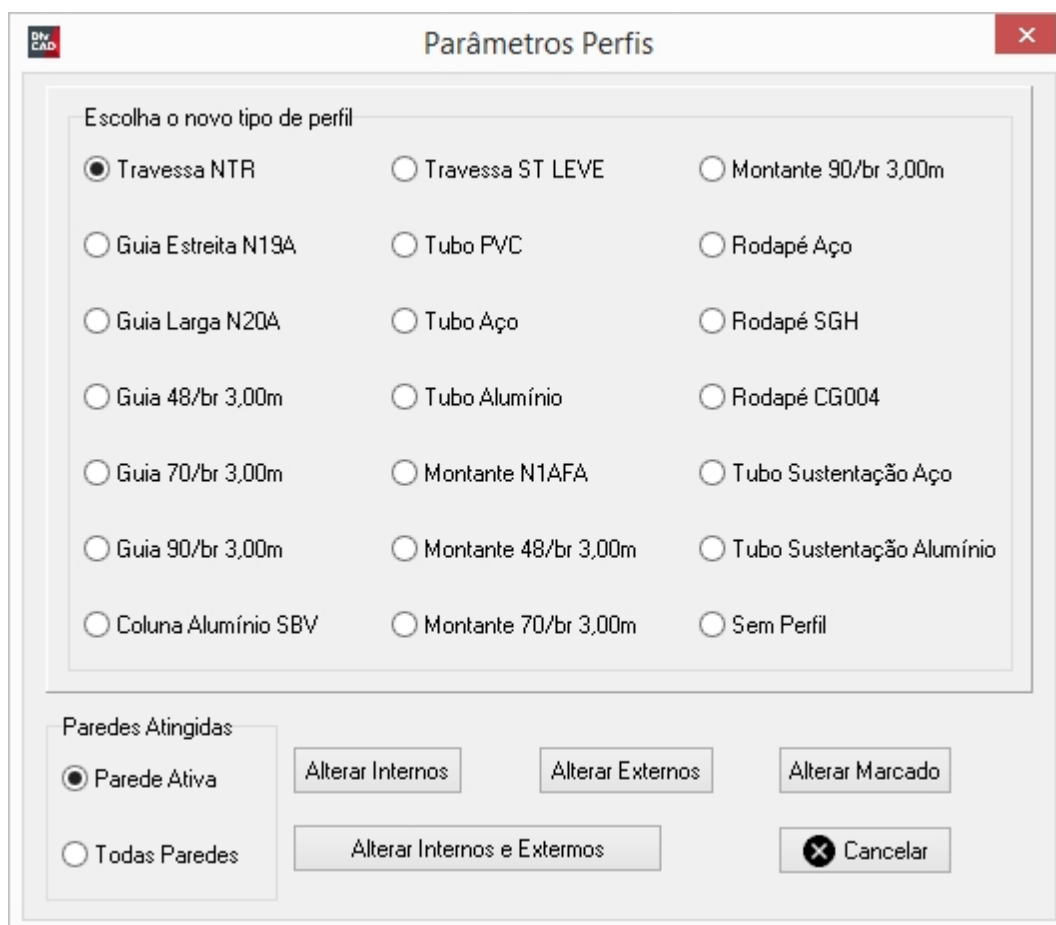

Figura 2: Tela responsável para alteração dos perfis.
3. Na tela da figura 2 que aparecerá escolha **Travessa ST LEVE** para o tipo de perfil. Depois **Todas as Paredes** na caixa **Paredes Atingidas**. Para fazer isso, veja detalhes em Alterar Perfil.